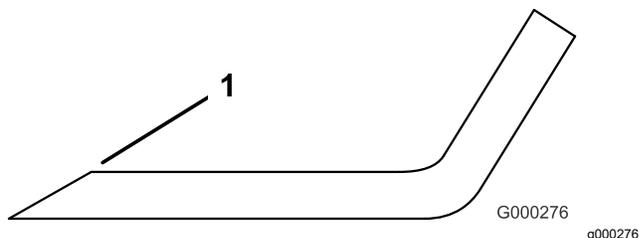

Figure 27
4. Examinez les tranchants de toutes les lames et aiguissez-les s'ils sont émoussés ou ébréchés (Figure 27).
**Remarque:** N'aiguissez que le haut du tranchant et conservez l'angle de coupe d'origine pour obtenir une coupe nette (Figure 27). Limez la même quantité de métal sur chacun des deux tranchants pour ne pas déséquilibrer la lame.